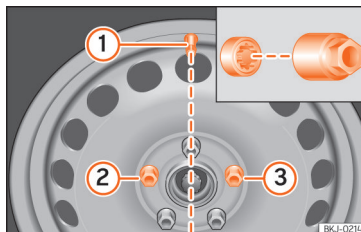

Abb. 224 Radwechsel: Reifenventil ① und Einbauort der Anti-Diebstahl-Radschraube ② oder ③.
>>> **[Abb. 224]** ② oder ③ bezogen auf die Lage des Reifenventils ① eingeschraubt sein. Die Radvollblende kann sonst nicht montiert werden.